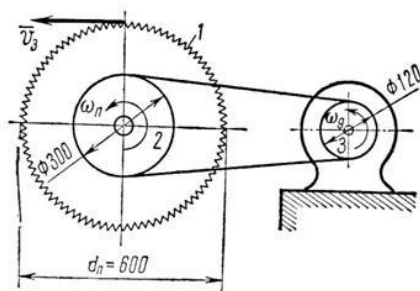

Рисунок 17
2. Дисковая пила 1 имеет диаметр 600 мм. На валу пилы насажен шкив 2 диаметром 300 мм, а шкив соединен бесконечным ремнем со шкивом двигателя (рис. 17) диаметром 120 мм. С какой угловой скоростью должен вращаться шкив двигателя, чтобы скорость зубьев пилы не превышала 15 м/с?